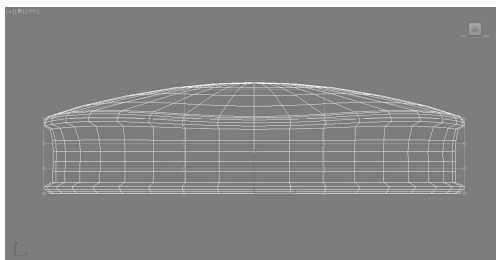

图 3.50 调节前视图节点
(6) 单击“修改”选项卡 , 进入修改命令面板, 单击“修改器列表”下拉列表中“FFD(长方体)”命令, 在“选择”卷展栏下单击“顶点”按钮 , 在前视图中调整各节点位置, 如图 3.50 所示。